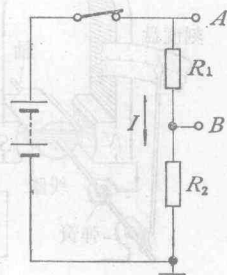

图 1-3 分压电路
2. 无线电路中常用分压电路得到几种不同的电压。如图 1-3 所示, $R_1=10K\Omega$, $R_2=15K\Omega$, $\varepsilon=6V$, 电池内阻 $r=0.3\Omega$, 问 A, B 端的输出电压各为几伏?